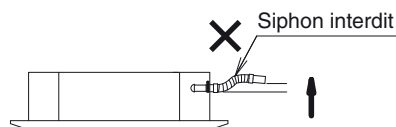

Fig. 3-10
- N'installez pas de siphon au milieu du tuyau de vidange fourni, sous peine de provoquer un son inhabituel. (Fig. 3-10)